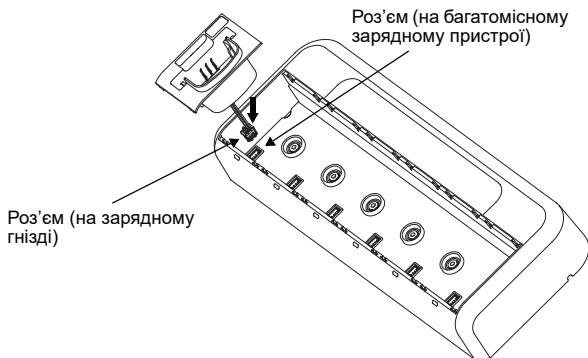

Рис. 3
1. Під'єднайте кабель гнізда для заряджання, вставивши його роз'єм у відповідний роз'єм багатомісного зарядного пристрою (див. рис. 3).